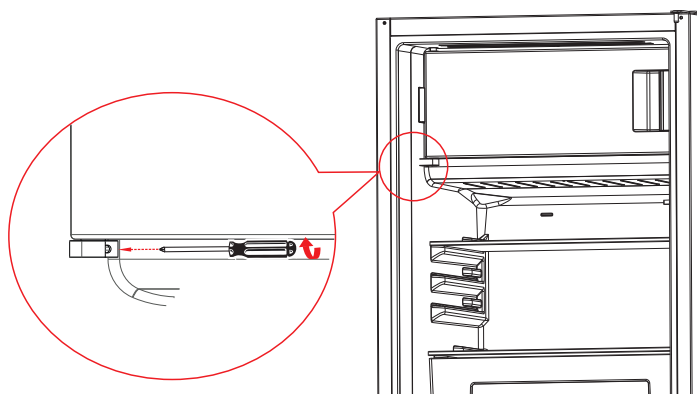

Fig. 10
- ▶ Skru nu frostboksens hængsel fast (fig. 10).